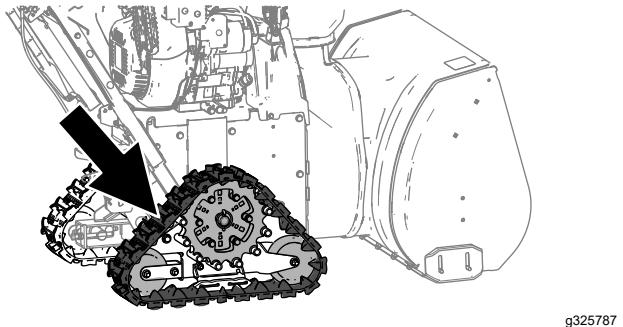

Рисунок 25
- Приложите усилие 44 Н между средним и задним катком (Рисунок 25).